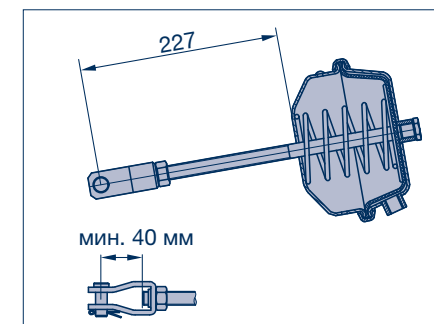

Рисунок 2
15.3 Монтаж тормозной пневматической камеры (410)
- [2] Отрегулировать предписанную длину нажимной штанги относительно основания камеры (Соблюдать зазор мин. 40 мм, см. рисунок 2!). Сначала зафиксировать вилкообразную головку с помощью контргайки вручную.